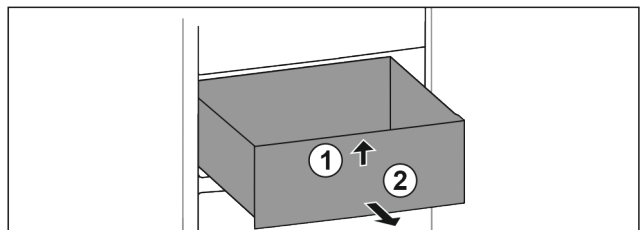

Fig. 64
- Soulever la partie avant du tiroir. Fig. 64 (1).
- Retirer le tiroir par l'avant. Fig. 64 (2)